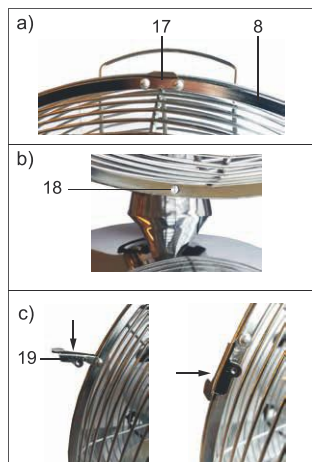

Fig. 139: Монтаж передней защитной решетки
18. Переместите переднюю защитную решетку (8) с подвеской (17) за край задней защитной решетки. Рис. 139 а).
19. Убедитесь в том, что два проема (18) внизу на раме обеих защитных решеток располагаются точно друг над другом. Рис. 139 б).
20. Установите четыре фиксирующих зажима (19), которые находятся по бокам передней защитной решетки, на раму защитных решеток. Рис. 139 с).
21. Вставьте полупотайной винт с крестообразным шлицем (8а) через проемы (18) передней и задней защитной решетки.